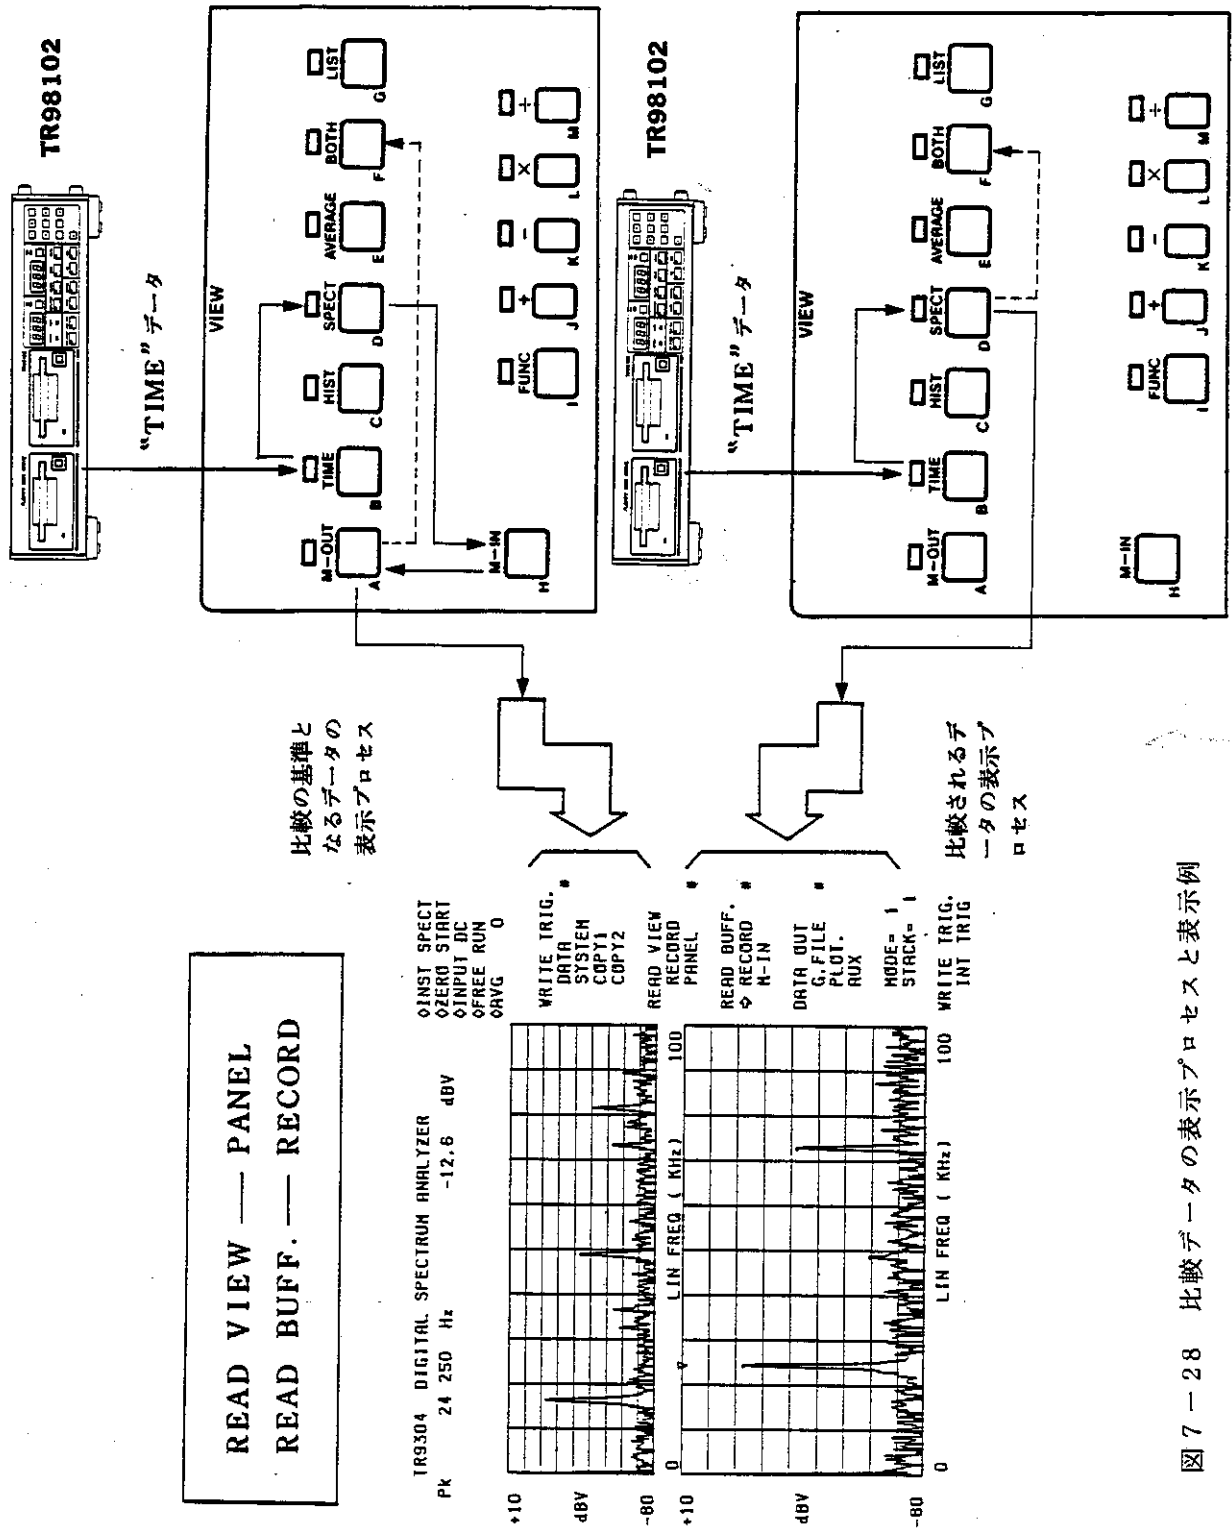

図 7-28 比較データの表示プロセスと表示例
- ③ **TR9304** の "**VIEW**" セクションの **SPECT** を選択・設定し，"**SETUP**" セクションの **RES/WGT** スイッチによって窓関数 ("**WEIGHTING**") を設定し，"**RECT**" か "**HANN**" を選択します。(このように過去のデータについても窓関数を選択することができます。)
- ④ 比較の基準となるべきデータの **SEQUENTIAL** 番号を設定し，**TR98102** の "**READ**"，"**MANUAL**" モードによってこのデータが記録されているファイルを読み出します。**TR9304** の CRT ディスプレイ上には，メディアからの "**TIME**" データが "**SPECT**" 変換されて表示されます。
- ⑤ この "**SPECT**" データを **TR9304** の **M-IN** スイッチによって "**M-IN**" メモリにストアします。"**SPECT**" データの場合，"**M-IN**" メモリには
2データまでストアすることができますので、“M-OUT”する場合データを混同しないように注意して下さい。〔図7-28〕の右上に、④⑤のプロセスを示します。
- ⑥ **TR9304**の「VIEW」セクションを、**M-OUT, SPECT, BOTH**に設定します。このとき、CRTディスプレイ上には、上段、下段とも同じデータが表示されます。
- ⑦ 重ね表示、“FUNC”を実行する場合は、**TR9304**の取扱説明書にしたがって設定をします。
- ⑧ **TR98102**において比較されるデータのSEQUENTIAL番号を設定し、“READ”、“AUTO”（または“MANUAL”）モードで、**START / STOP**スイッチによってスタートさせますと、比較されるデータが自動的に“SPECT”データとして読み出され、“M-OUT”データと次々に比較されます。〔図7-28〕の右下は、この比較されるデータの流れと表示方法を示しています。